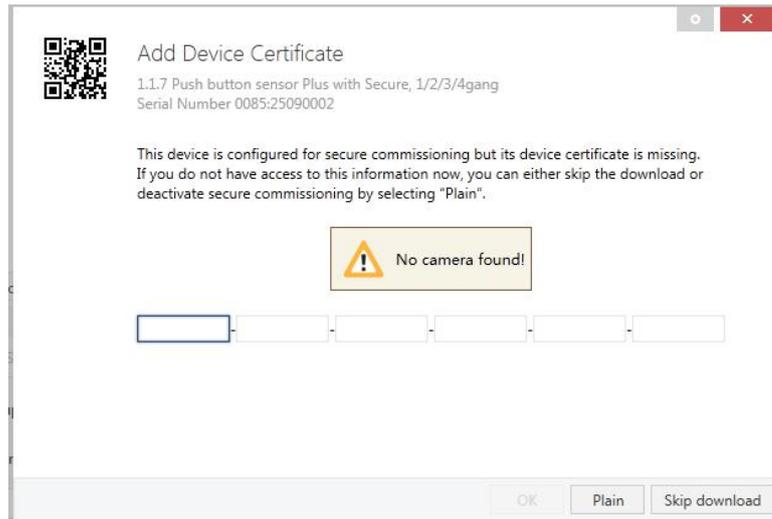

图 4.3.1 Add Device Certificate window
- ❖ 首次下载设备时，ETS 中会打开一个窗口，提示用户输入密钥，如下图 4.3.1。